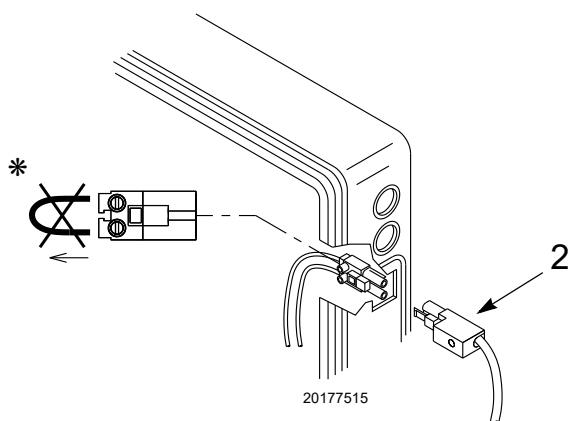

Fig. 2
- Inserire la spina a 2 poli dall'esterno del bruciatore 2)(Fig. 2).
* Per il kit codice 20175404, togliere il ponte a filo dalla presa XP2 come indicato in Fig. 2 e nello schema elettrico del manuale del bruciatore.